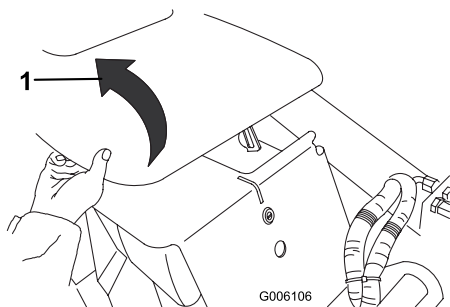

Figure 21
2. Soulevez le capot (Figure 21).